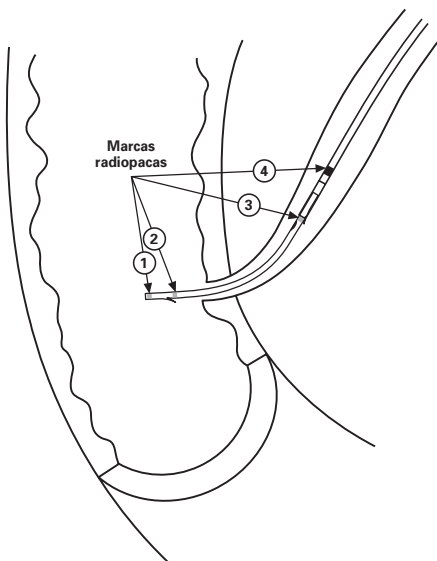

Fig. 3
13. A medida que se introduce el sistema de stent, el cirujano detectará cuatro marcadores radiográficos durante la visualización fluoroscópica, y el orificio de acceso lateral puede utilizarse para inyectar el medio de contraste en cualquier momento en que se necesite un refuerzo visual adicional. (**Fig. 3**)
14. El primer marcador radiográfico (1) aparece en la punta distal de la guía interna, ajustándose a la posición de la punta distal del propio stent.
15. El segundo marcador (2) aparece en la guía interna en una posición que se ajusta a la pestaña distal del stent e indica la posición adecuada del stent a través de la ampolla. Cuando se ve este marcador en el duodeno, el cirujano está seguro de que